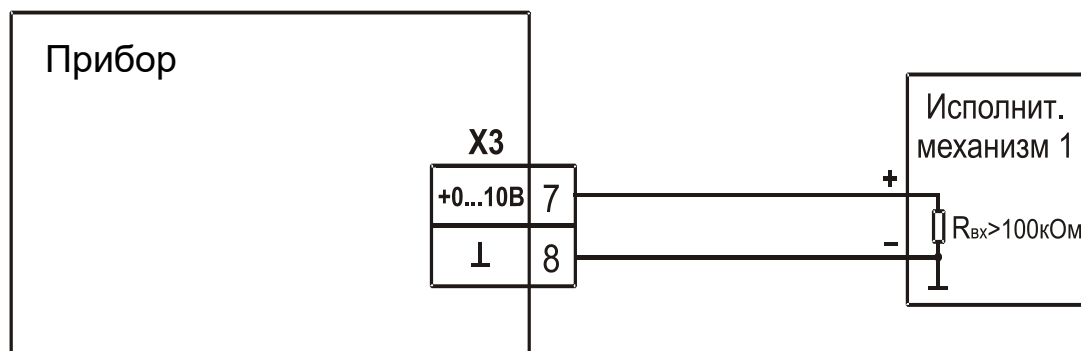

Рис. 10.4 – Схема подключения исполнительного устройства к аналоговому выходу прибора
10.4 Подключение исполнительного устройства к аналоговому выходу прибора (рис. 10.4).